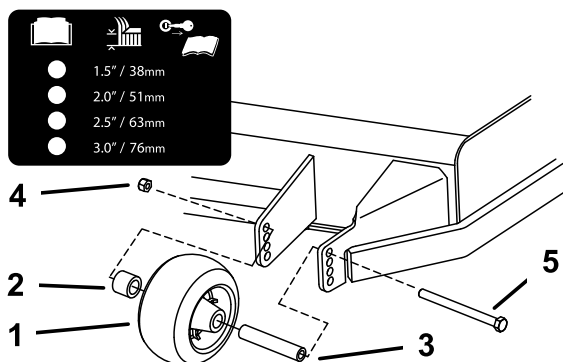

Figura 19
4. Accertatevi che i distanziali e le boccole siano montati (**Figura 19**).